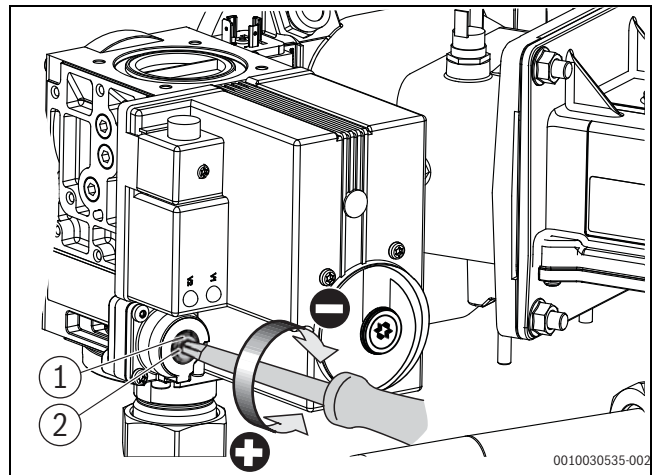

Bild 21 O₂-Gehalt bei Teillast einstellen (Kesselgröße 150 kW – 300 kW)
- ▶ Verschlusschraube an der Gasarmatur herausdrehen (→ Bild 21).
- ▶ O₂-Wert an der Teillast-Einstellschraube einstellen (→ Bild 21).